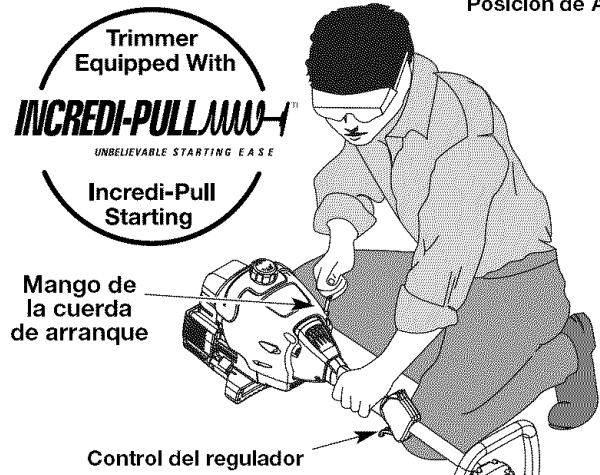

Fig. 6
ADVERTENCIA: Evite los arranques accidentales. Colóquese en posición de inicio cuando tire de la cuerda de arranque (Fig. 6). El operador y la unidad deben estar en una posición estable al arrancar la unidad para evitar graves lesiones personales.
4. Colóquese en la posición de arranque (Fig. 6) y hale el cordón de arranque con energía hasta que el motor arranque. Espera 10 a 15 segundos, entonces exprima la válvula reguladora para controlar el corte o la velocidad que sopla.